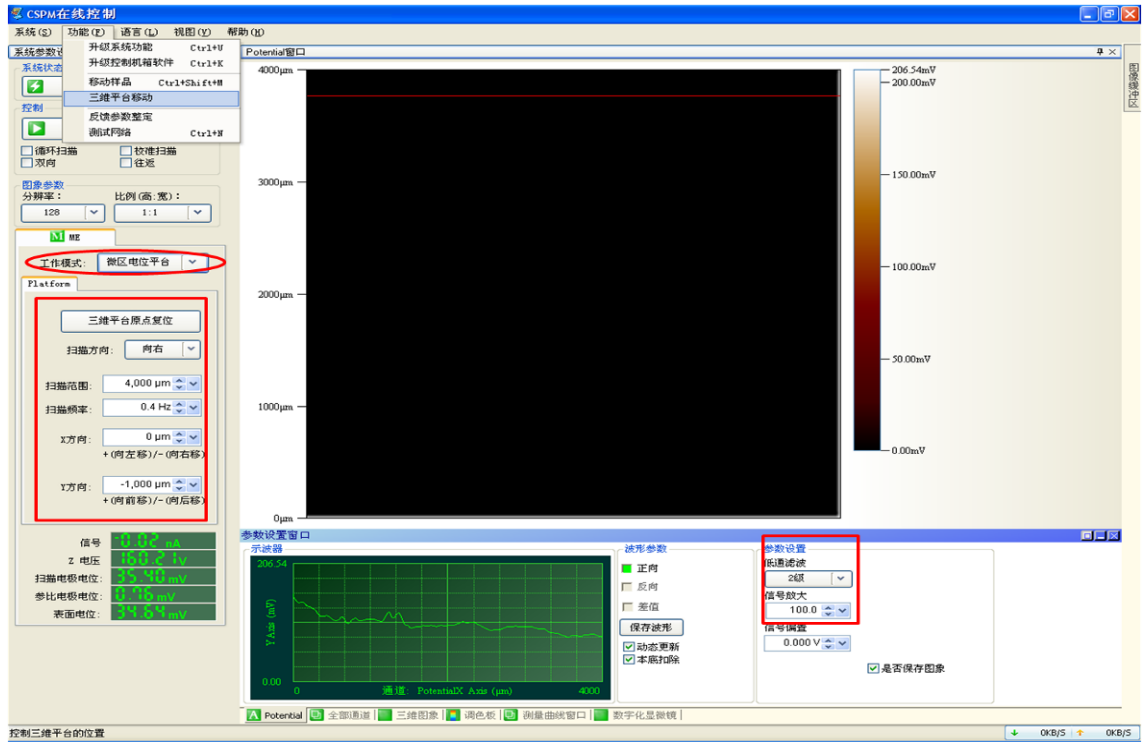
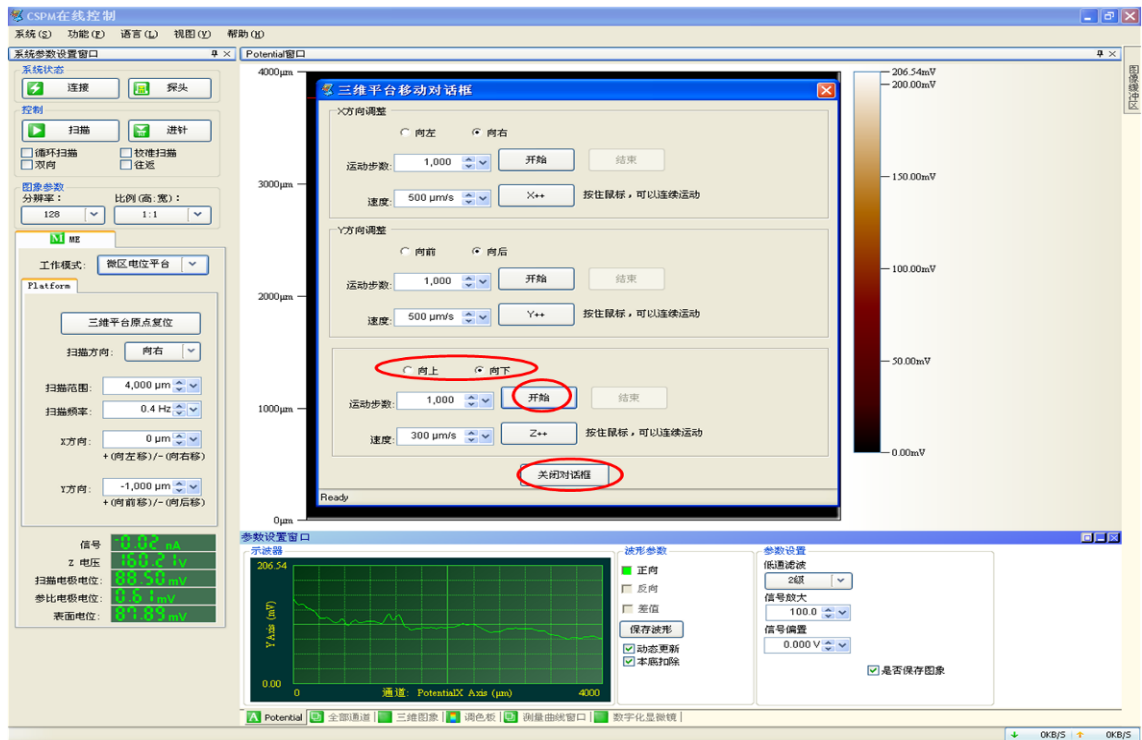

图3-5 微区电位扫描界面
图3-6 三维平台移动
2) “自动进针”至电压小于180V时即可完成进针, 不必进行“单步进针”; 退回工作页面后, 将工作模式调回“微区电位平台”, 选择“功能”菜单——“三维平台移动”(图3-5), 将平台向上移动100-1000步(每步50nm), 完成之后关闭对话框(图3-6);